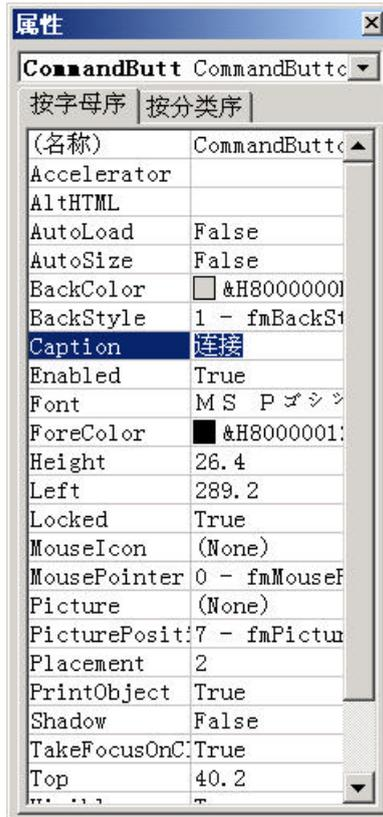

图 4-14 命令按钮的属性
- 3) 请用鼠标右按钮选择在2)的步骤配置的命令按钮，在显示的弹出式菜单内选择[属性(P)]项目，显示[属性]对话框。把[Caption]属性值改变为“连接”（图 4-14）。